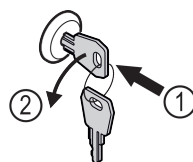

Fig. 185
- ▶ Вставьте ключ. Fig. 185 (1)
- ▶ Поверните ключ на 90° против часовой стрелки. Fig. 185 (2)